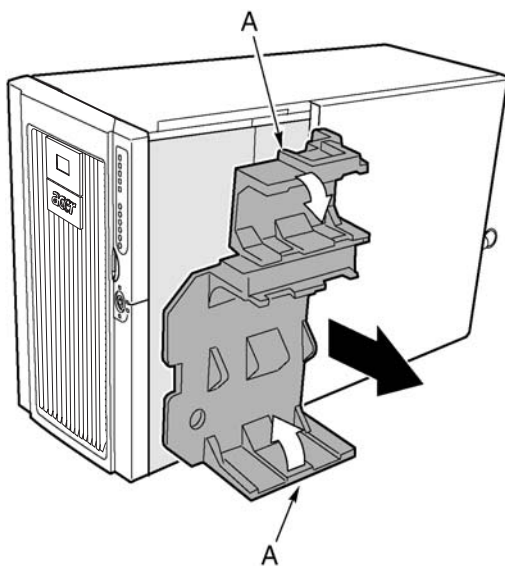

Figura 56 - Rimozione del deflettore della ventola
- 4 Piegare leggermente le estremità del deflettore in schiuma (Figura 56, A) verso l'interno per sganciare le tacche del deflettore dalle linguette del telaio inferiore anteriore.
- 2 Piegare leggermente le estremità del deflettore in schiuma (Figura 56, A) verso il retro, quindi premere il deflettore verso il basso inserendolo nel telaio, accertandosi che le linguette del telaio inferiore anteriore siano allineate con le tacche del deflettore.